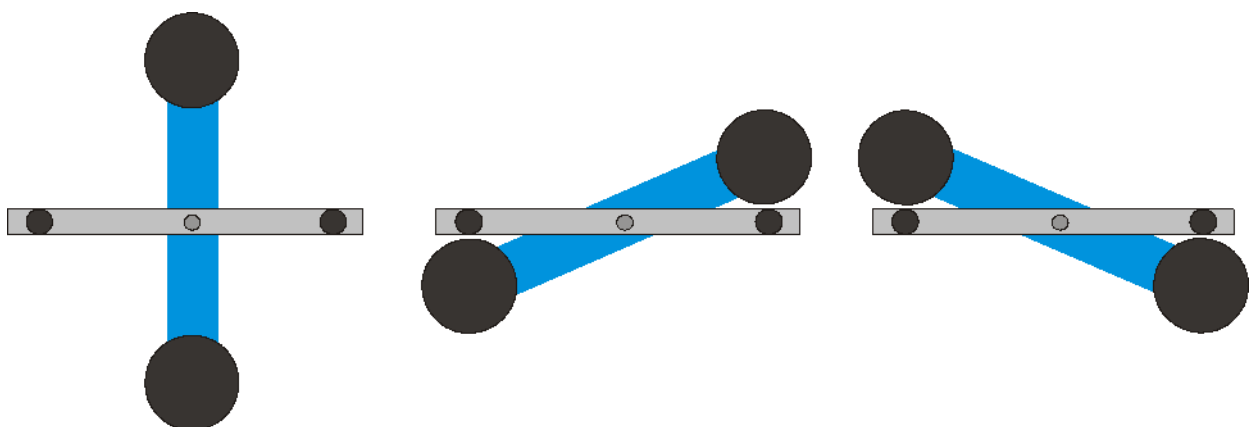

Fig. 6 Positionen des äußeren Tragebalkens (Ansicht von oben) links: Position 1, Mitte: Position 2, rechts: Position 3
- Große Bleikugeln auf den äußeren Tragebalken in Position 1 legen (siehe Fig. 6) und abwarten, bis die Schwingungen zur Ruhe gekommen sind (Beobachtung des Lichtzeigers). Gegebenenfalls Nullpunkt kalibrieren.